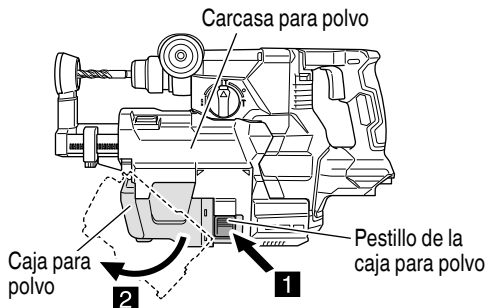

Fig. 13
- (1) Desmonte la caja para polvo (Fig. 13).